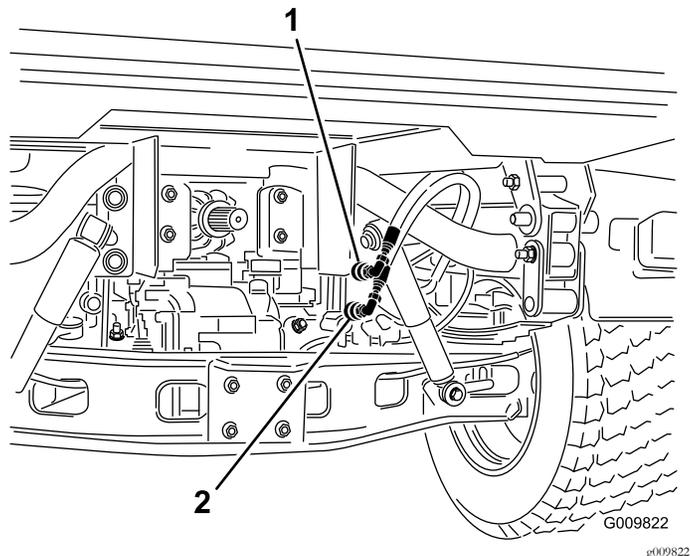

图76
2. 在两台机器上都要从固定至联轴器支架的软管断开 2 个快速联轴器软管 图76。